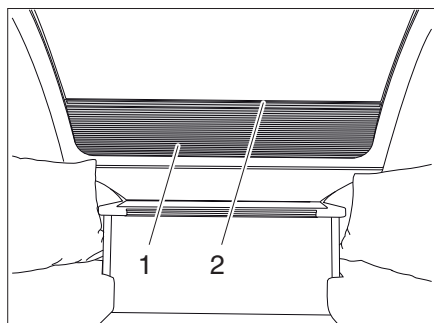

Fig. 40 Persiana oscurecedora enrollable para ventana delantera
- Tirar la persiana oscurecedora enrollable de la muesca (Fig. 40,2) hacia arriba.
- Tirar la persiana oscurecedora enrollable (Fig. 40,1) de la muesca (Fig. 40,2) hacia abajo.